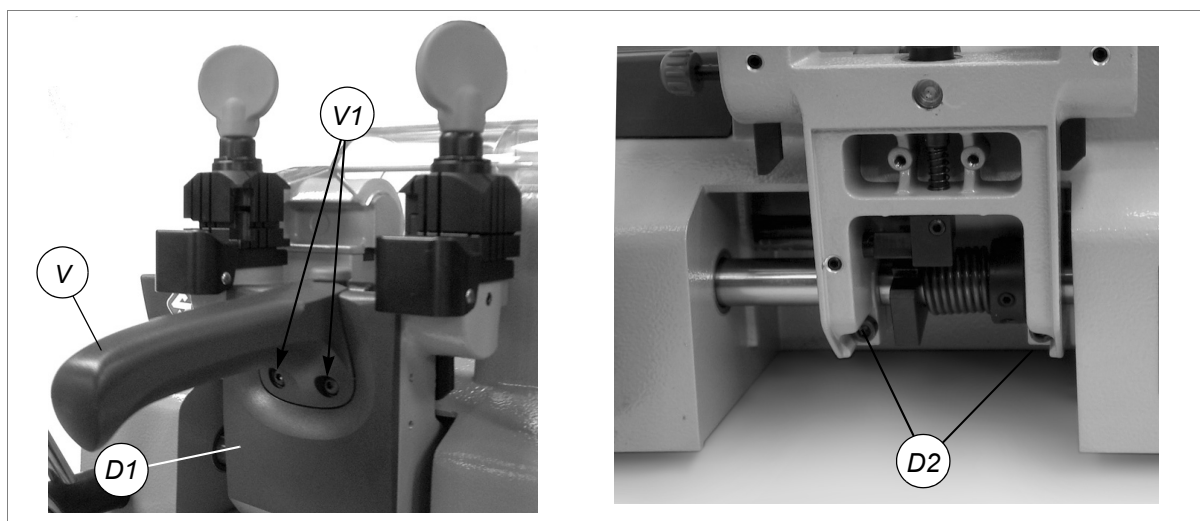
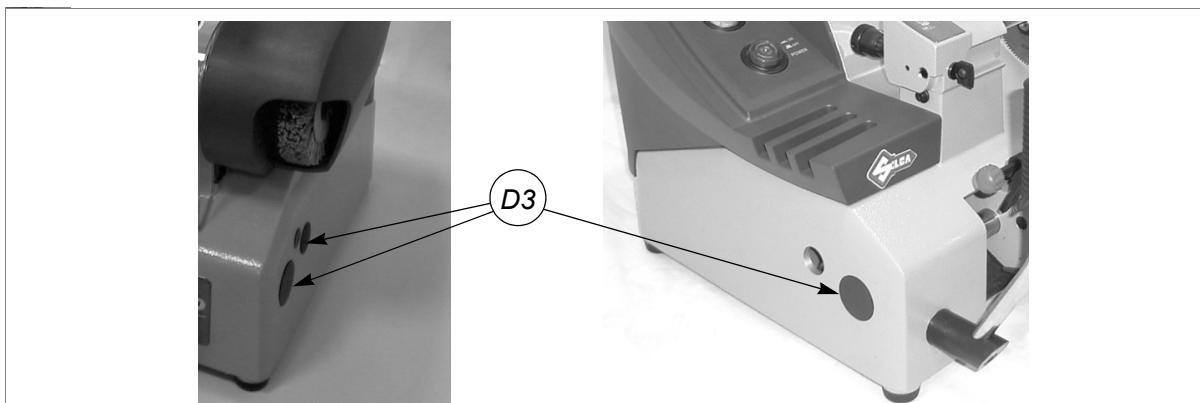
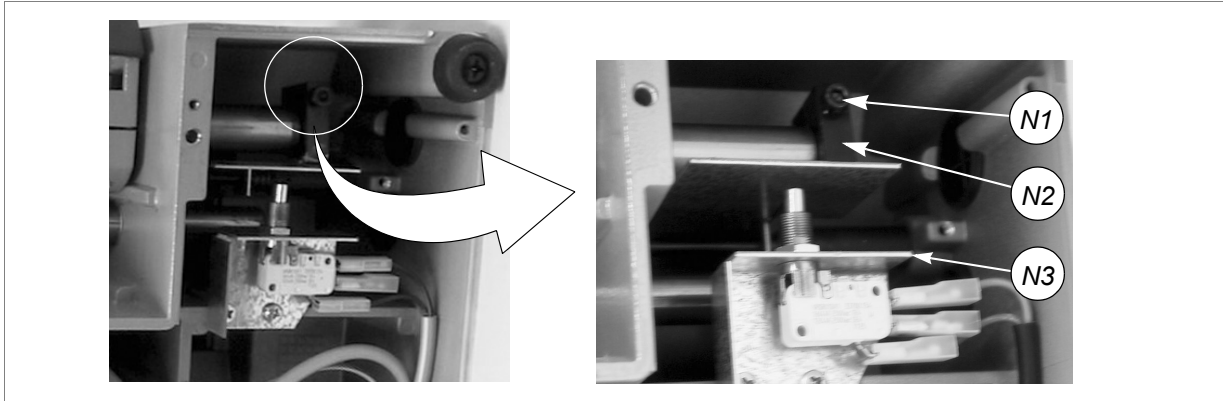

Fig. 38
Fig. 39
Fig. 40
- 3) Destornillar los 2 tornillos (V1) del asa carro (V) (fig.38).
- 4) Para quitar el asa (V) es necesario levantarla un poco para poderla extraer.
- 7) Quitar los tapones (D3) de la base (fig.39, pág.27).
- 8) Sacar el recipiente para recogida virutas (N).
- 10) Destornillar los 7 tornillos (W), los 2 pies (W1) y quitar la protección inferior (W2) (cap.7.7, pág. 21).
- 11) Aflojar el tornillo (N1) de la leva (N2) (fig.40, pág.28) y quitar la leva extrayéndola hacia la derecha.
- 17) Instalar la leva (N2) de manera que empuje la plaquita (N3) contra el microinterruptor, manteniéndolo apretado; atornillar el tornillo (N1) (fig.40, pag.28).